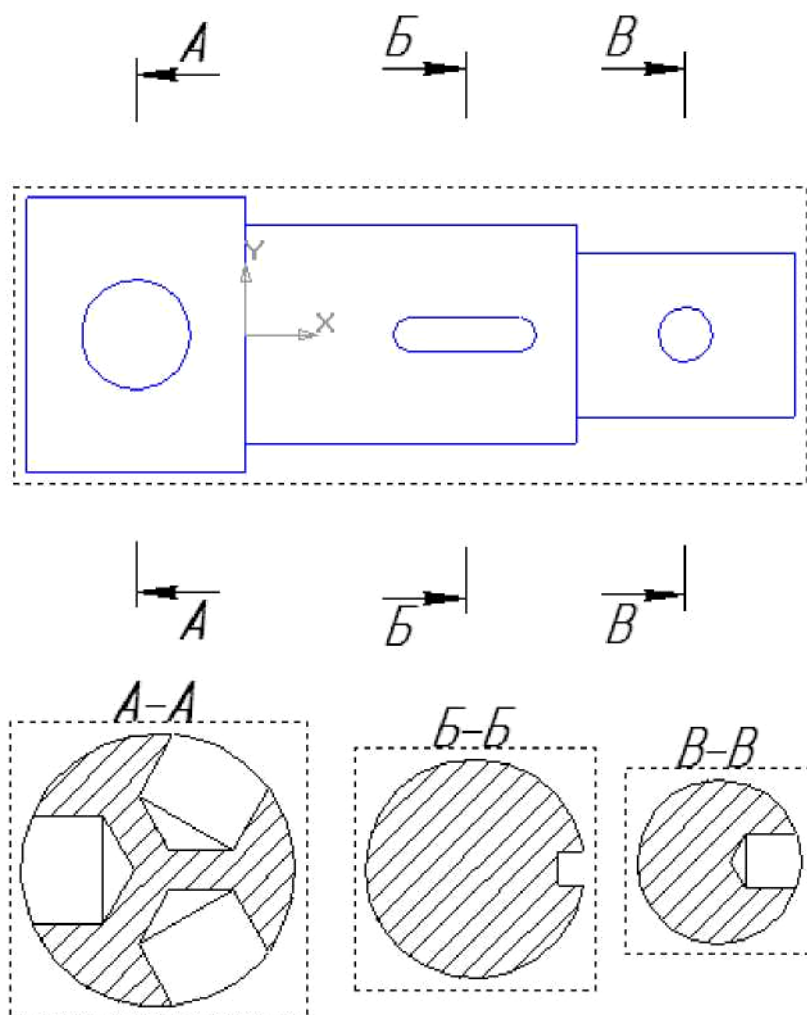

Рис. 6.21
10. Создаем новый чертеж. с использованием команды **Главного меню Вставка - Вид с модели -  Произвольный** создаем вид **Спереди**. Назначаем положение секущих плоскостей, используя команду **Линия разреза**, расположенную на панели инструментов **Обозначения** компактной панели инструментов (рис. 6.21).
11. Для построения сечений используем команду  **Разрез/Сечение**. На рис. 6.21 показан чертеж модели с сечениями, выполненными системой КОМПАС.